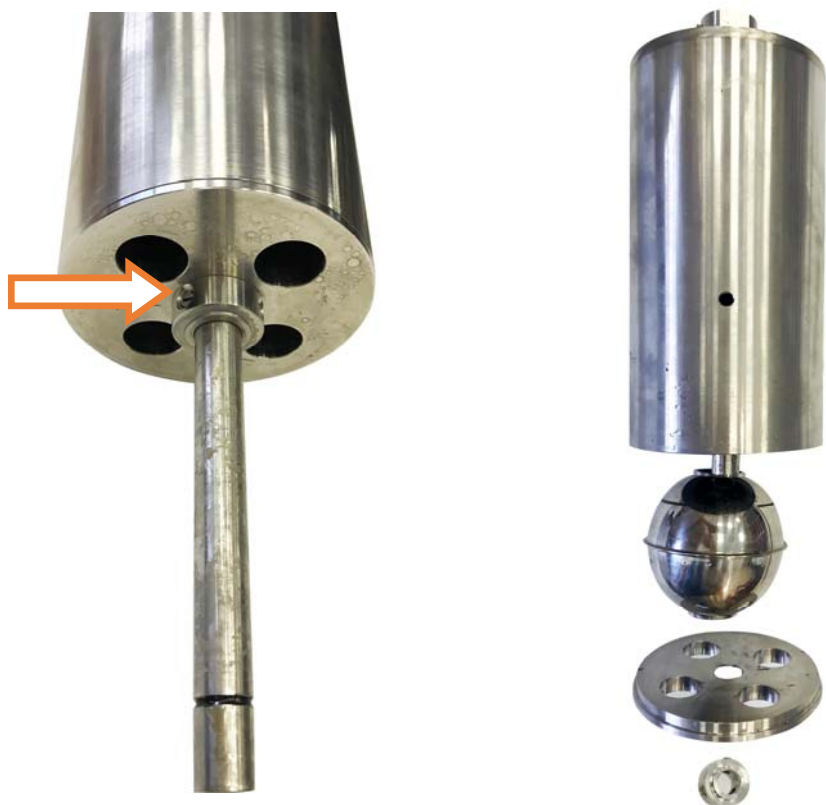

Рисунок 5.1 – Разбор колокола для установки внутреннего поплавка
5. Возьмите колокол (11) и подготовьте его к монтажу на уровнемер ВЕКТОР-ДПТ следующим образом:
- ✓ Ослабьте 3 винта на нижнем фиксаторе колокола (9) подходящей отверткой (рисунок 5.1).
- ✓ Снимите крышку с перфораций (8).
- ✓ Установите внутренний магнитный поплавок (6) в соответствии с нанесенной на него гравировкой «Верх», направленной в сторону корпуса уровнемера.